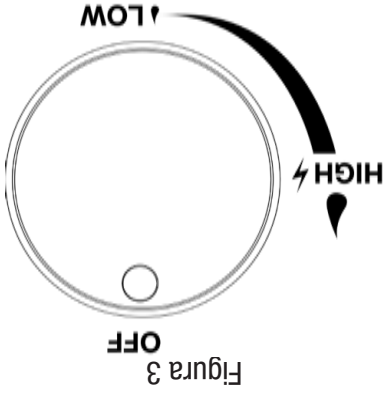

Figura 3
3. La perilla de control tiene que estar en la posición "OFF" (apagado), vea la Figura 3.
2. Asegúrese de que las perillas de control están en la posición "OFF" (apagado). Vea la Figura 3.
3. Abra el gas (ON) desde la válvula principal de suministro de gas natural.